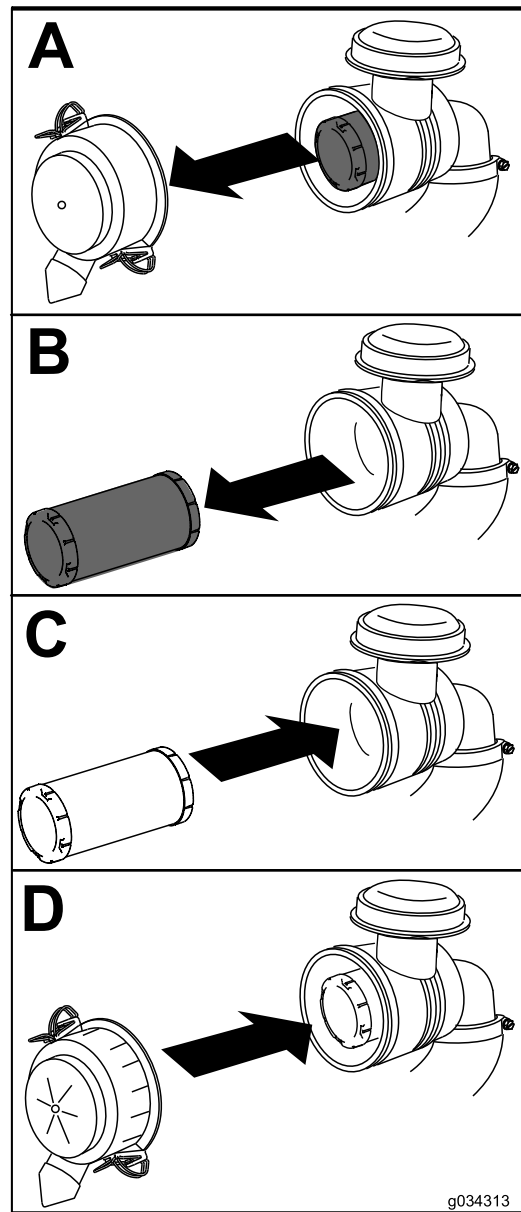

Figura 37
1. Extraiga con cuidado el elemento del limpiador de aire de la carcasa del limpiador de aire (Figura 37).
4. Instale la tapa del limpiador de aire con el lado que lleva la palabra UP hacia arriba, y cierre los enganches (Figura 37).